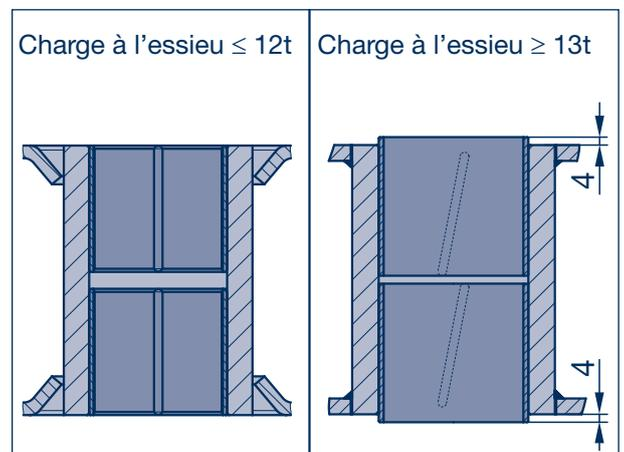

Figure 9
**Ne pas appuyer les douilles (1340) l'une contre l'autre ! laisser un espace libre entre les deux pour la répartition du lubrifiant (voir figure 9). Après le pressage il doit rester une saillie de 4 mm de chaque côté.**